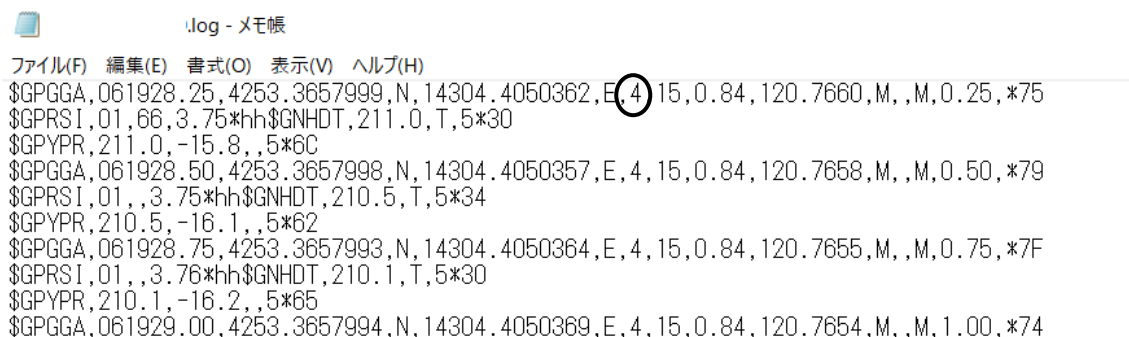

図 6 NMEA フォーマットのデータ例
- ・ **【重要】** 測位時は RTK 測位であることが精度の上で重要である。GGA センテンスの位置特定品質 (ステータス 注 3) が「4」を示しているときは、RTK 測位ができています。「4」になっていないときは RTK で測位できておらず精度が低いデータで本マクロには利用できない。精度を保つためには圃場での測定開始時から「4」になっていることに気をつけること (図 6)。トラクタの RTK-GNSS 自動操舵装置から取得する場合は、説明書に従って RTK 測位ができていないことを確認する。
NMEA のフォーマットに準じた GNSS のデータの例を示す (図 6)。
簡単に言うと RTK 測位が出来ているかどうかの目安。「4」だと RTK 測位ができている状態である（図 6）。